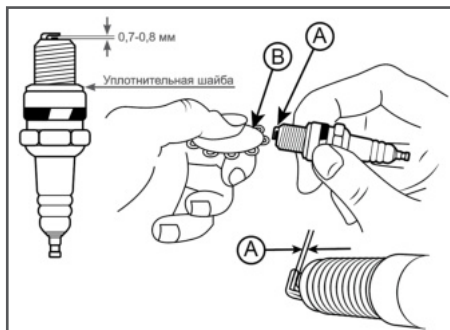

Рис. 12 Обслуживание свечи зажигания
4. Измерьте зазор А между электродами свечи зажигания специальным щупом В (Рис. 12). Зазор А должен быть 0,7-0,8 мм (Рис.12). При увеличении или уменьшении требуемого зазора, рекомендуется заменить свечу, так как регулировка зазора может привести к изменению качества искрообразования.